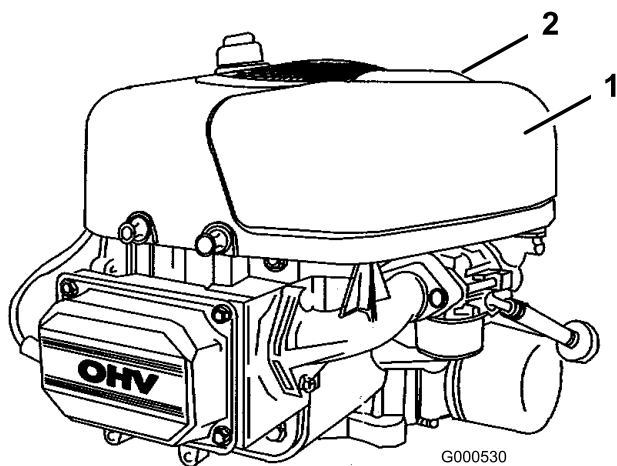

Figura 31
4. Limpie alrededor del limpiador de aire de forma que la suciedad no penetre en el motor y cause daños. Tire hacia arriba del asa de la tapa del limpiador de aire y gírela hacia el motor (Figura 31). Retire la tapa del limpiador de aire.